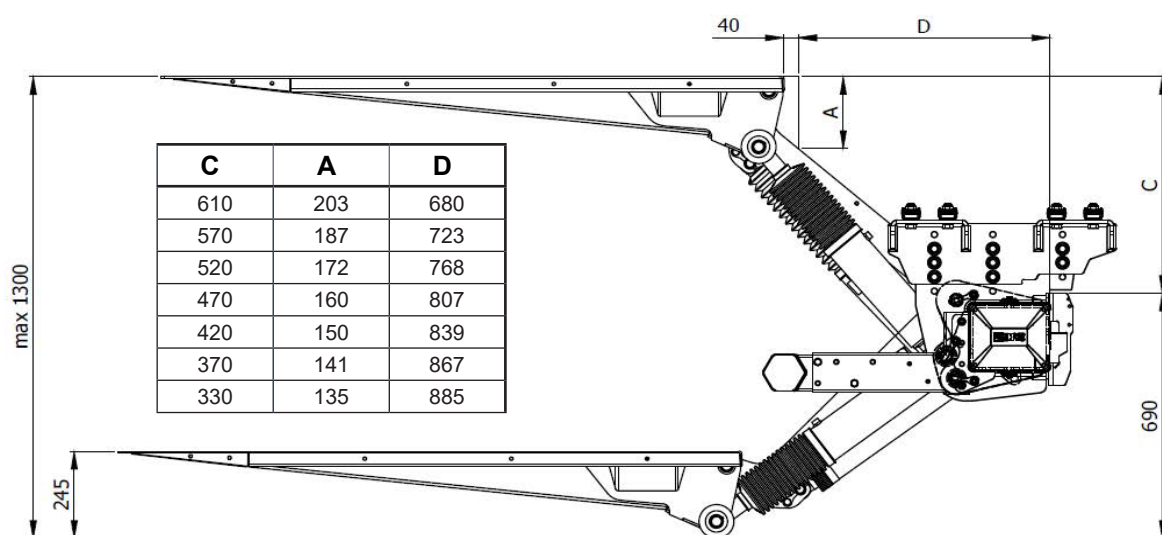

Bild 12. Inbyggnadsmått ZN 2500 - 130
Vid montering på chassi med chassibredd 1300 mm eller bredare, montera den nedre delen på insidan (B) av den övre. Vid montering på chassi smalare än 1300 mm, montera den nedre delen på utsidan (A) av den övre, se Bild 12.